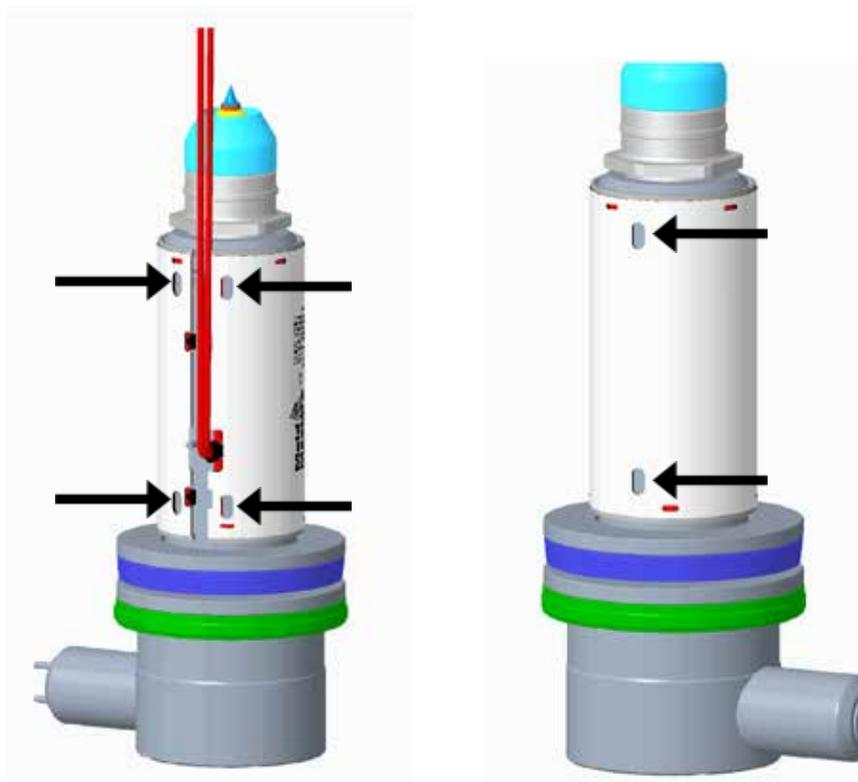

Figura 5-16 Scanalature sul manicotto di riscaldamento di emergenza
2. Utilizzare le scanalature sul manicotto di riscaldamento di emergenza per staccare il manicotto dall'ugello. Vedere la Figura 5-16.